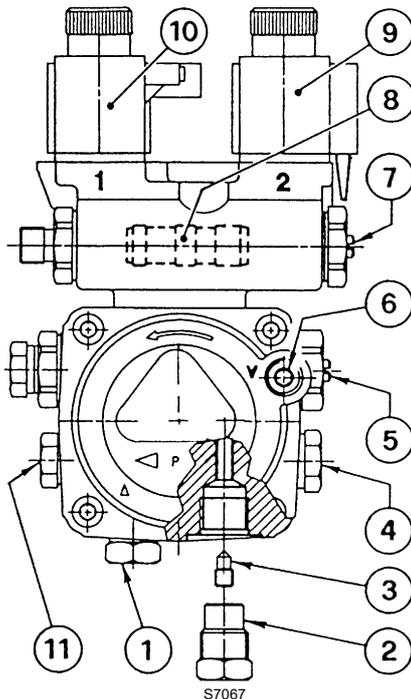

Abb. 16
- Sollte dieser Druck neu geeicht werden müssen oder eine Änderung gewünscht werden, muss nur die Schraube 5)(Abb. 16) betätigt werden. Der Druckmesser zur Kontrolle des Drucks wird anstelle des Stopfens 4)(Abb. 16) montiert. Bei Brennerstillstand schließt die Luftklappe automatisch, bis zu einem max. Unterdruck im Schornstein von 0,5 mbar.